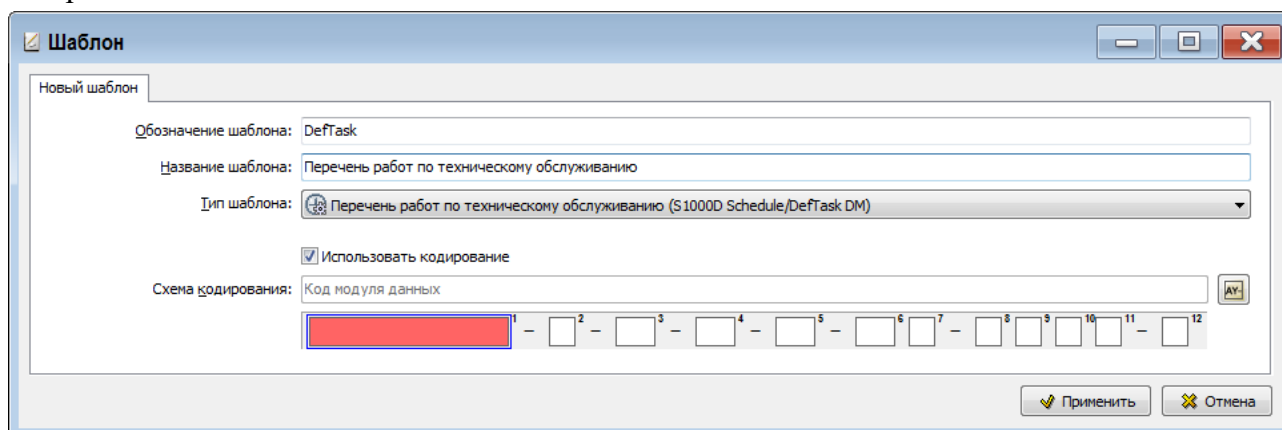

Рис. 3.52
2. В диалоговом окне **Шаблон** введите обозначение шаблона - «DefTask» и название - «Перечень работ по техническому обслуживанию» (Рис. 3.52).
3. Укажите тип шаблона «Перечень работ по техническому обслуживанию (S1000D Schedule/DefTask DM)» (Рис. 3.52).